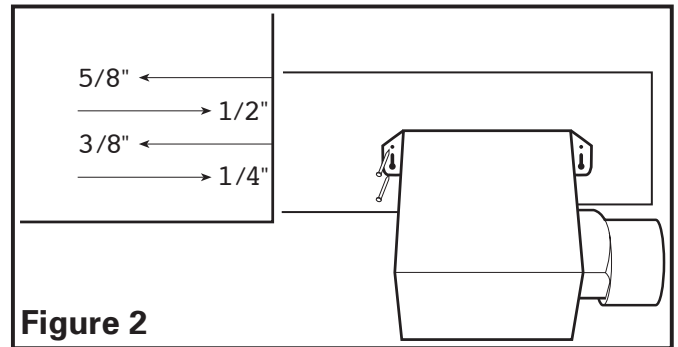

Figure 2
- Installation des Onglets de Montage:** à l'aide des guides sur le châssis du ventilateur, aligner le châssis pour qu'il soit à effleurement avec le plafond fini. Positionner le ventilateur pour que les onglets reposent à plat contre la solive et fixer en place à l'aide de quatre vis ou clous (non-comprisés) pour assurer une bonne installation (**Figure 2**).
- Installation des Onglets de montage:** positionner le châssis contre la solive et tracer un contour du châssis sur le matériau du plafond (**Figure 4**). Mettre le châssis de côté et découper l'ouverture, en prenant soin de ne pas couper de câble électrique dissimulé ou autre utilité. Placer le châssis près de la solive et vous assurer qu'il soit à effleurement avec le plafond fini. Fixer avec quatre (4) clous (non-comprisés) pour assurer une installation adéquate (**Figure 2**).